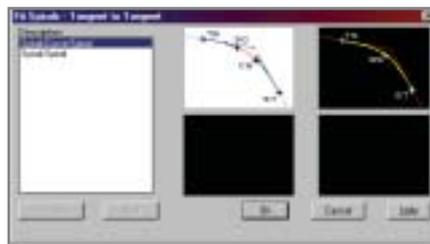

Рис. 3. Способы задания круговых и переходных кривых
- графическое построение осевой элемент с элементом, с вписыванием в вершины углов круговых и/или переходных кривых (рис. 3);